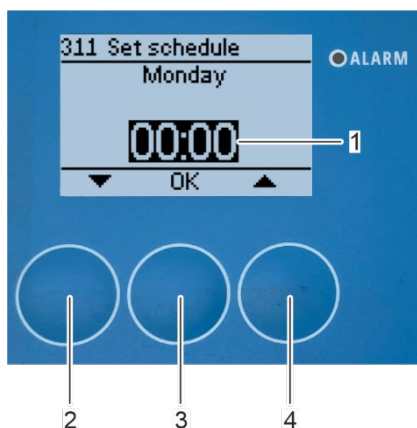

Figura 155: Seleccione la hora a la que quiere que se realice la limpieza automática.
⇒ A continuación, aparece en pantalla la selección de la hora de inicio (Figura 155/1).
6. Seleccione la hora de inicio para la limpieza automática utilizando los botones de flecha [arriba] (Figura 155/4) y [abajo] (Figura 155/2).
7. Confirme la selección pulsando [Aceptar] (Figura 155/3).